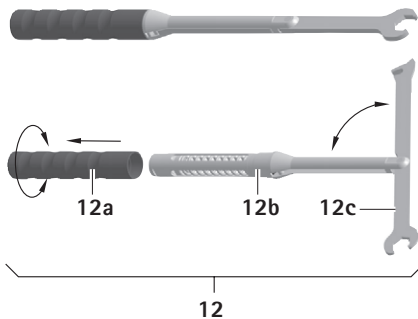

Abb. 3
- Griff 12a entgegen der Pfeilrichtung aufschieben und aufschrauben, siehe Abb. 3.